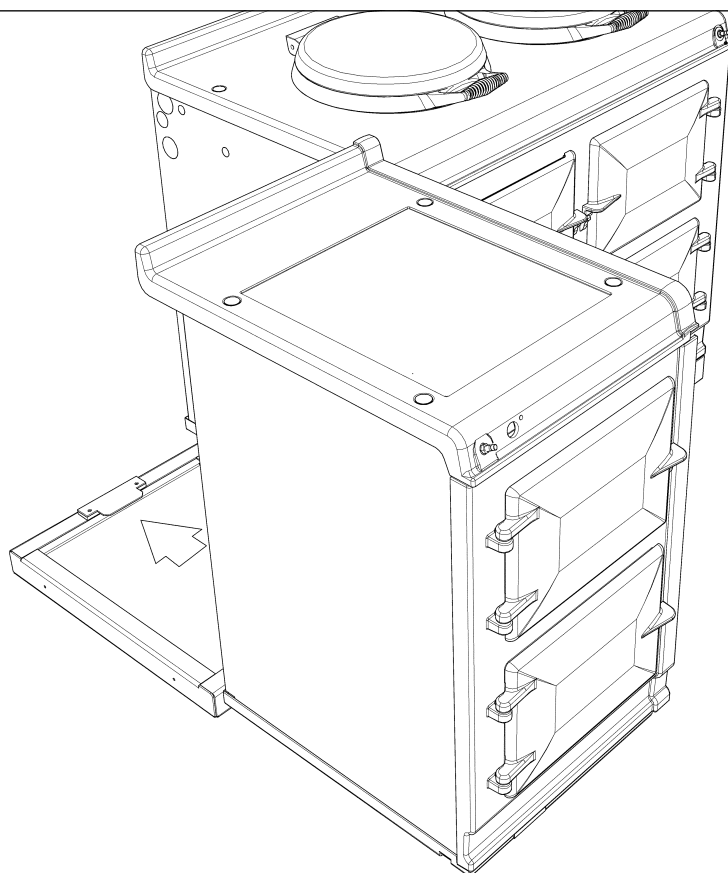

Fig. 3.7
6. Faire glisser le placard chaud sur le socle jusqu'à ce que la languette arrière soit entièrement entrée dans l'arrière de la fente du socle, (**Fig. 3.7**). Vérifiez que l'appareil est bien aligné avec le socle, puis placez la languette avant dans la fente sous la base du socle. Une fois la languette frontale complètement engagée, verrouillez-la en place en serrant complètement les deux vis M6.